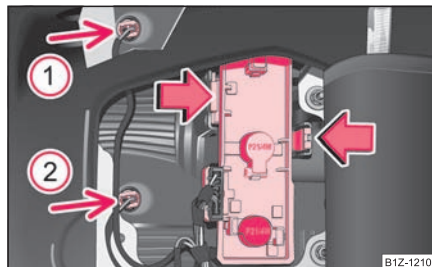

Fig. 253 Demontarea suportului becului
- Apăsați elementele de fixare în sensul săgeții și scoateți suportul cu becuri ⇒ fig. 253.
- Scoateți becul defect (săgeata **1** resp. **2** ⇒ fig. 253) din carcasă și înlocuiți-l cu unul nou.
- Scoateți becul defect (săgeata ① resp. ② ⇒ pagina 264, fig. 253) din carcasă și înlocuiți-l cu unul nou.